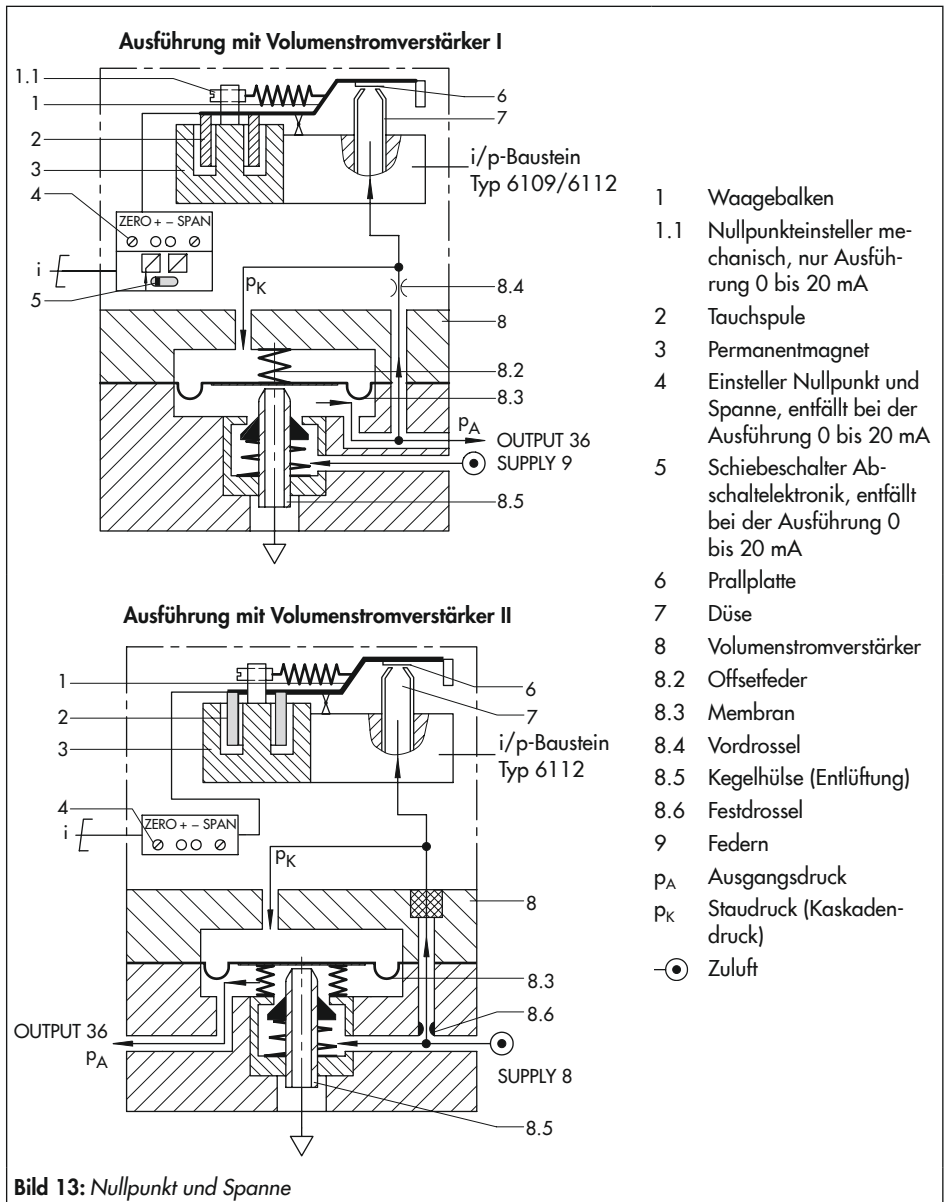

Bild 13: Nullpunkt und Spanne
Die Potentiometer **ZERO** für Nullpunkt und **SPAN** für Spanne (Endwert) sind durch Bohrungen im frontseitigen Deckel zugänglich, wenn die Kunstglasabdeckung heruntergeklappt wird (vgl. Bild 13).
- Schraubendreher durch die Bohrung in der Abdeckkappe des i/p-Moduls Typ 6112 (vgl. Bild 13) führen.